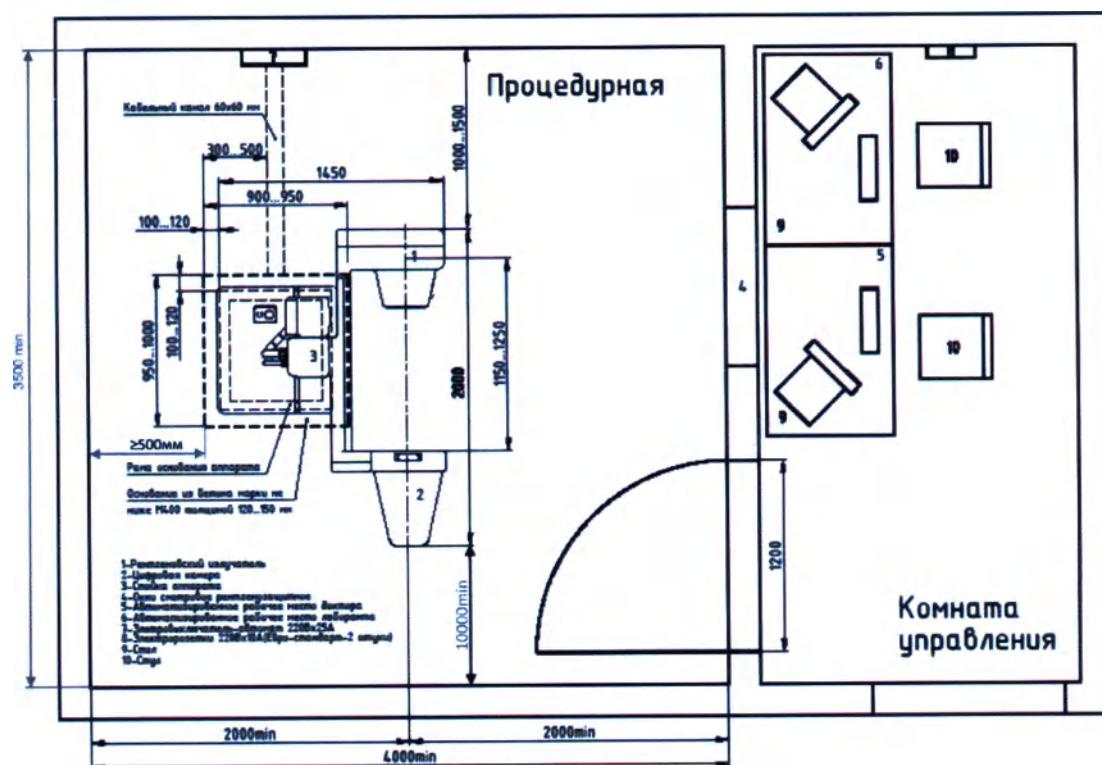

Рисунок 6 – Рекомендуемый типовой план размещения аппарата Флюоро-ПроГраф-РП, исп. 1 в рентгеновском кабинете
**4.7** Планировка кабинета показана на рис.6.